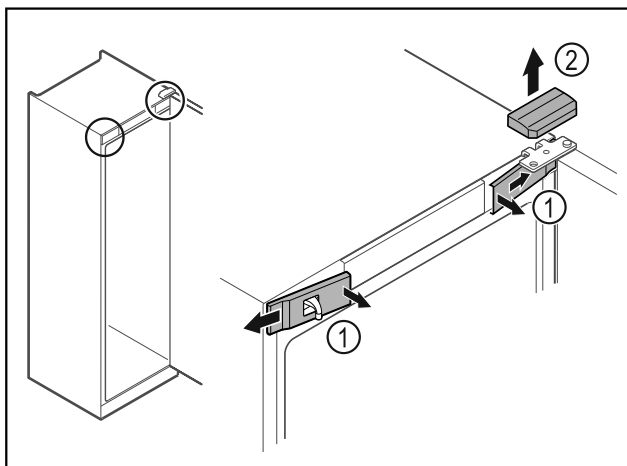

Fig. 4
- ▶ Передние крышки Fig. 4 (1) освободите от фиксации с внутренней стороны и отведите в сторону.
- ▶ Движением вверх снимите верхнюю крышку Fig. 4 (2).